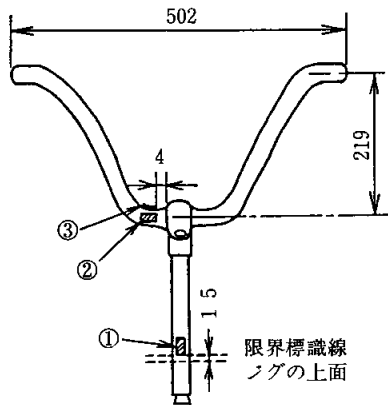

図1 ひずみゲージの張付け位置
ハンドルバーとステムにひずみゲージを張って、実走試験と疲れ試験での発生応力を測定することにした。カマキリ形について図1に示す。ひずみゲージ①はステム前方にあって、その下端を限界標識線の位置に合わせた。②はバーの前方、③はバーの上方にある。